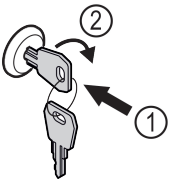

Fig. 105
- ▶ Uvucite ključ Fig. 105 (1).
- ▶ Okrenite ključ za 90° nadesno Fig. 105 (2).